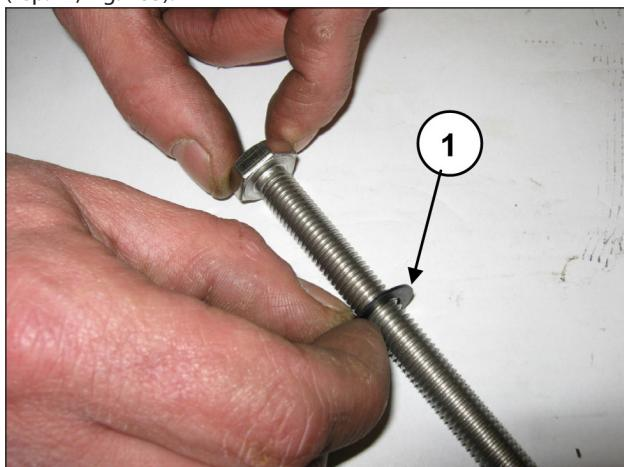

Fig. 183
Enfiler la rondelle Ø10x18x0,9 dans la vis de fixation du piston (rep. ①, Fig. 183).